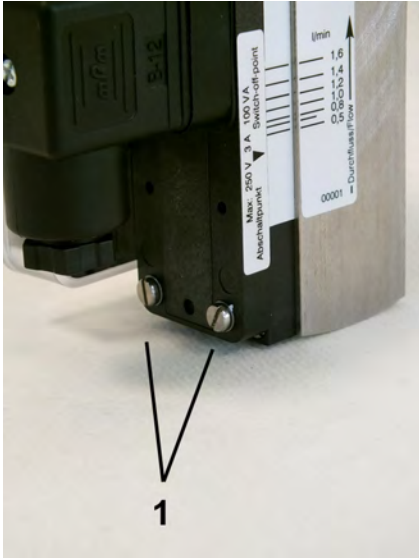

Abb. 35: Feststellschrauben lösen
1. Die Feststellschrauben des Schaltkontaktes (Abb. 35/1) mit einem Schlitzschraubendreher lösen.
3. Feststellschrauben des Schaltkontaktes (Abb. 35/1) mit einem Schlitzschraubendreher wieder anziehen. Dabei Schrauben-Anziehdrehmoment beachten.